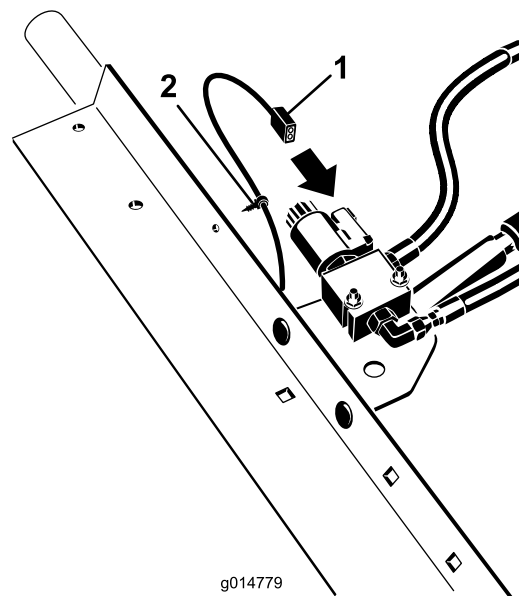

Bild 6
8. Verbinden Sie den verbleibenden Kabelbaumanschluss in das Differenzialsperrenventil, das sich in der Mitte an der Unterseite des Sitzes befindet (Bild 6).